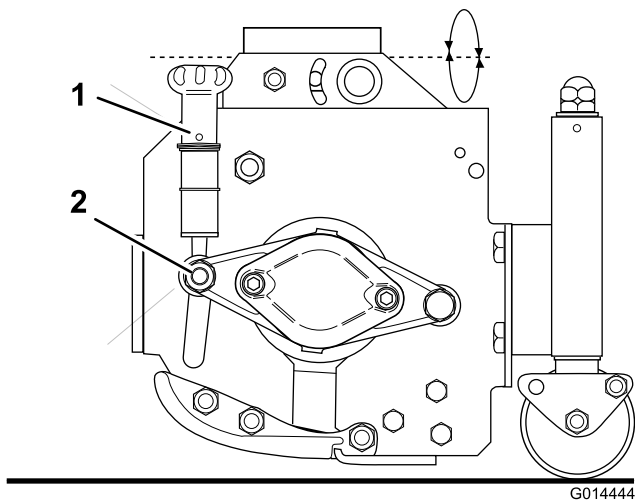

Figure 69
3. Si un réglage est nécessaire, procédez comme suit, desserrez l'écrou (Figure 69) de 1/4 de tour aux deux extrémités.
4. Tournez le volant (Figure 69) d'une butée à l'autre alternativement tout en tournant le cylindre de coupe vers l'arrière jusqu'à ce que la lame inférieure soit en léger contact avec le cylindre sur toute la longueur.
6. Serrez l'écrou (Figure 69) aux deux extrémités.